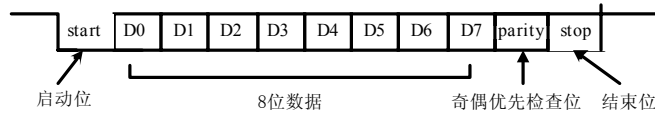

图 1.3 UART 数据帧的格式
- A: UART 数据格式目前只规定了一种，见图 1.3。其中 TX 端在发送数据时应与接收其数据的 RX 端严格地按照协议好的数据格式进行数据传输，见图 4.6，否则会引起数据帧错误。